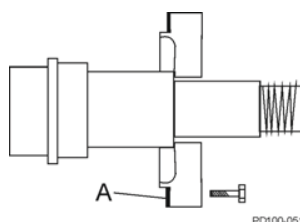

Abbildung 17 - Entfernen des Dichtmittels von der Aufnahme
4. Entfernen Sie das Silikon-Dichtmittel (Abbildung 17, Pos. A) von Lageraufnahme und Getriebegehäuse.